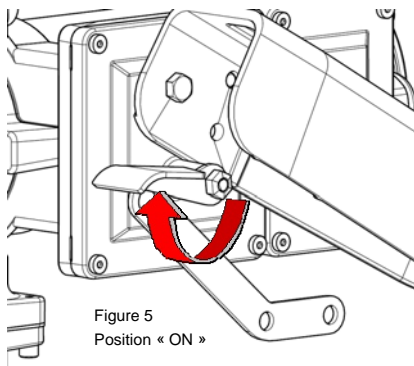

Figure 5
3. Amener le levier de commutation sur la position « ON » pour mettre sous tension la pompe (Figure 5).